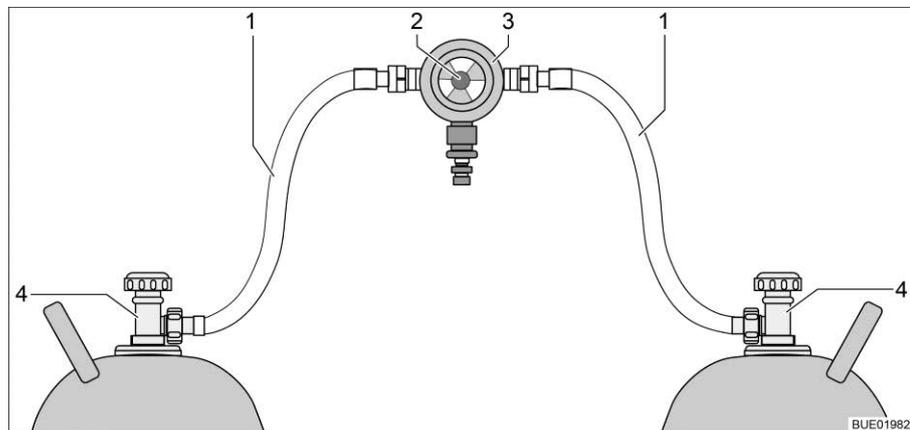
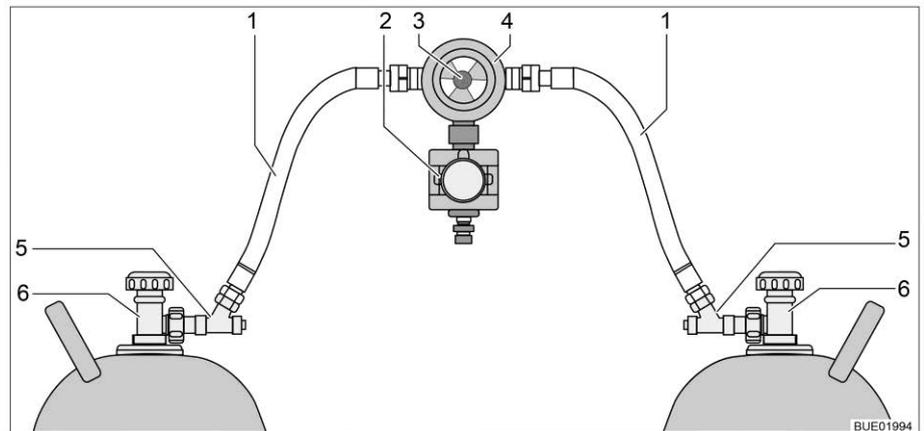

Fig. 90 Instalación de conmutación de bombonas de gas
Fig. 91 Instalación de conmutación de bombonas de gas con CPU
La instalación de conmutación de bombonas de gas consiste de un regulador de presión de gas combinado, con válvula selectora e indicador (Fig. 90,3). La instalación de conmutación de bombonas de gas está montada entre las dos gomas del gas (Fig. 90,1).
La instalación de conmutación de bombonas de gas consiste de un regulador de presión de gas combinado, con válvula selectora e indicador (Fig. 91,4) y una electroválvula (Fig. 91,2). En caso de una frenada a fondo, un accidente o una extrema posición inclinada, la electroválvula bloquea el suministro de gas al vehículo. La instalación de conmutación de bombonas de gas está montada entre las dos gomas del gas (Fig. 91,1) con dispositivos de seguridad en caso de rotura de manguera (Fig. 91,5).
Con el botón giratorio (Fig. 90,2 ó bien Fig. 91,3) en la instalación de conmutación de bombonas de gas se puede determinar cuál de las bombonas de gas se utilizará como bombona de servicio y cuál bombona de gas como bombona de reserva.
En la unidad de mando (Fig. 92) únicamente pueden conmutarse las funciones eléctricas. Las llaves de paso principales de las bombonas de gas (Fig. 90,4 ó bien Fig. 91,6) deben abrirse y cerrarse a mano.
- Abrir las llaves de paso principales en las bombonas de gas (Fig. 90,4 ó bien Fig. 91,6).
- Pulsar los dispositivos de seguridad en caso de rotura de manguera (Fig. 91,5), uno tras otro, por 10 segundos.
- Con el botón giratorio (Fig. 90,2 ó bien Fig. 91,3) en la instalación de conmutación, seleccionar la bombona de gas de la que habrá de tomarse el gas con prioridad (bombona de servicio). Girar el botón giratorio siempre hasta el tope.
- Cerrar las llaves de paso principales en las bombonas de gas (Fig. 90,4 ó Fig. 91,6).